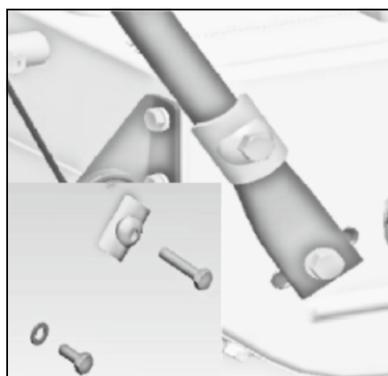

Рис. 2
1. Совместите отверстия на П-образной опоре с отверстиями, расположенными в нижней части корпуса снегоуборщика (рис. 2).